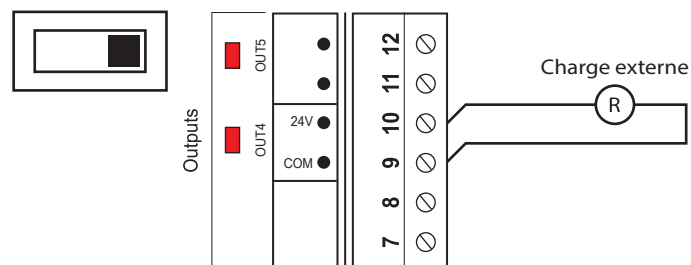

Figure 12 - Raccordement des sorties actives 3 et 4
1) Sortie active (SOURCE). Le C1000 alimente activement la charge. (voir Figure 12)